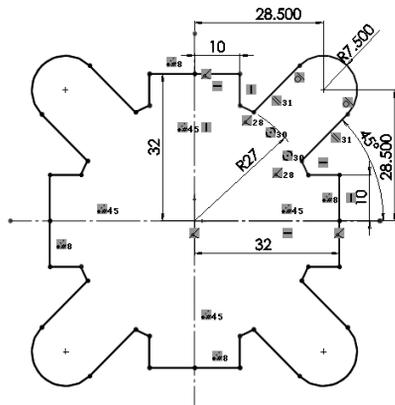

图 2-103 阵列草图实体
(8) 阵列草图实体。单击“草图”选项卡中的“圆周草图阵列”按钮, 选择草图实体进行阵列, 阵列数目为 4, 阵列草图实体, 如图 2-103 所示。